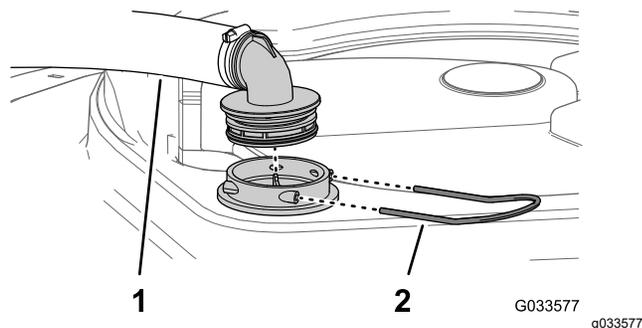

図 29
2. タンク上部で、フィルタハウジングからの太いホースについているフィッティングを固定しているリテーナを外す **図 29**。
3. フィルタハウジングからホースとフィッティングを取り外す **図 29**。